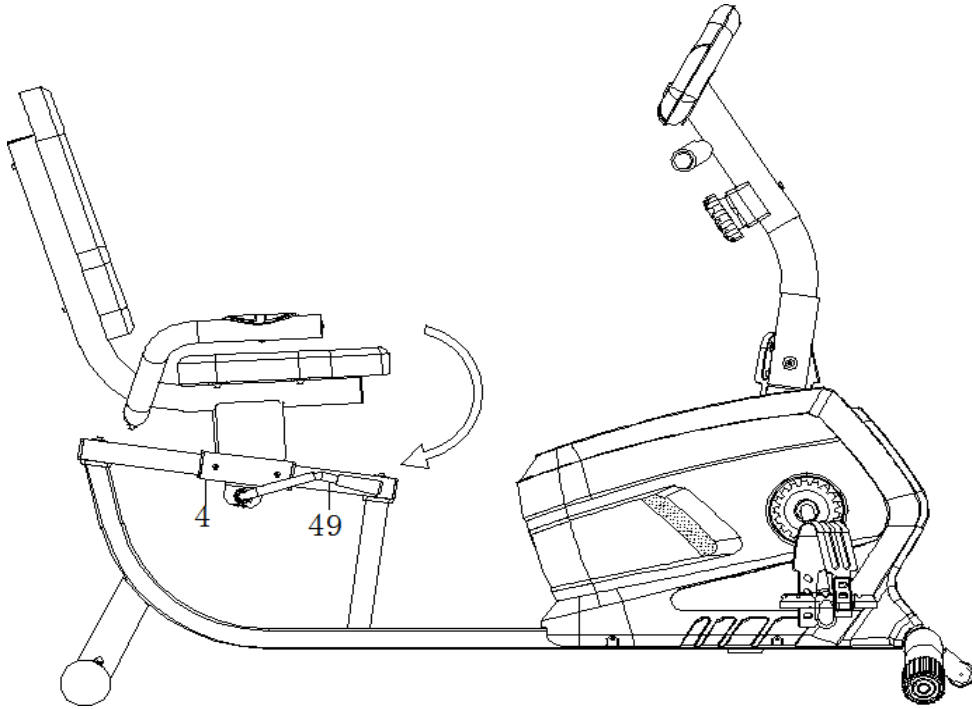

Fig. 1
Poussez la poignée de frein (49) vers le bas pour la desserrer (voir Fig. 1). Gardez vos pieds sur la pédale comme un levier, puis déplacez le cadre de coussin (4) à la position désirée. Une fois positionnée, tirez la poignée de frein (49) en position verticale pour la serrer (voir Fig. 2).